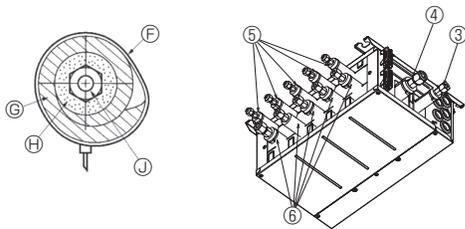
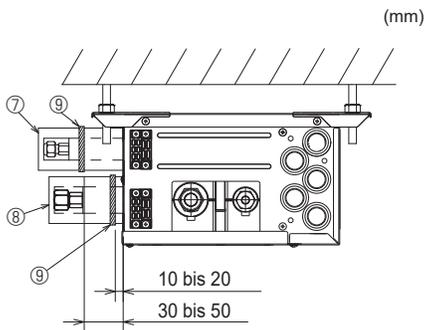

Fig. 7-4
Fig. 7-5
- Isolieren Sie die Flüssigkeits- und Gasleitungen des Verteilerkastens, indem Sie hitzebeständigen Polyethylen-Schaumstoff fest um die Rohrleitungen herum anbringen. (Fig. 7-4)
- (5) Drücken Sie die Rohrabdeckungen ③ und ⑤ an den Flüssigkeitsleitungen gegen das Gerät und umwickeln Sie sie, um sie zu befestigen. (Fig. 7-4)
- (6) Drücken Sie die Rohrabdeckungen ④ und ⑥ an den Gasleitungen gegen das Gerät und umwickeln Sie sie, um sie zu befestigen. (Fig. 7-4)
- (7) Bringen Sie die mitgelieferten Bänder ⑨ in einem Abstand von etwa 10 - 20 mm von den Enden der Rohrabdeckungen (③④⑤⑥) an.
- (8) Wenn das Innengerät nicht angeschlossen wird, bringen Sie die mitgelieferten Rohrabdeckungen (mit Kappen, ⑦ und ⑧) an den Kältemittelleitungsanschlüssen des Verteilerkastens dicht am Gerät an, um zu verhindern, dass Kondensat von den Rohrleitungen tropft. (Fig. 7-5)
- (9) Klemmen Sie die Rohrabdeckungen (⑦⑧) mit den mitgelieferten Bändern ⑨ fest.
- Ⓣ Band (3.1 Zubehör Nr. ⑨)
- Ⓞ Rohrabdeckungen (3.1 Zubehör Nr. ③④⑤⑥)
7.2 Handhabung von Anschlüssen, die nicht an ein Außengerät angeschlossen sind (Fig. 7-5)